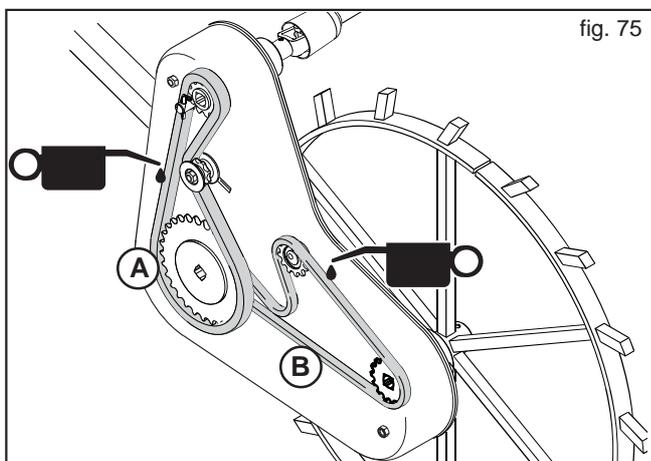
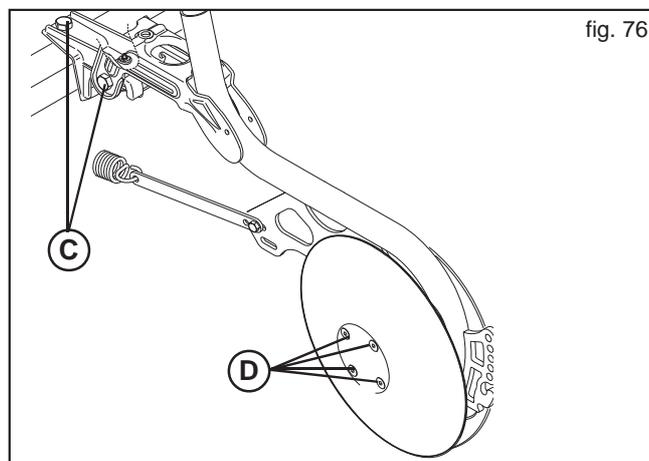
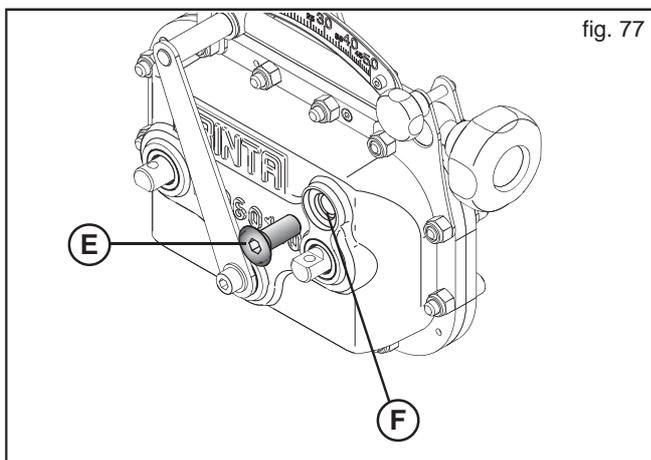

fig. 75
fig. 76
fig. 77
BEI NEUER MASCHINE	<ul style="list-style-type: none"> - Die Antriebsketten schmieren (Abb. 75). - Dem Abziehbild Nr. 14 ("GRASE") auf Seite 85 dieses Heftes gekennzeichneten Schmierpunkte zu schmieren. - Nach den ersten acht Betriebsstunden den Anzug aller Schrauben prüfen. - Den Anzug der Mutterschrauben der Säscharenreisser überprüfen (C-D, Abb. 76).
BEI BEGINN DER ARBEITS	<ul style="list-style-type: none"> - Die Antriebsketten schmieren (Abb. 75). - Zu jeder Jahreszeit einen kompletten Ölwechsel mit "AGIP EXIDIA HG 68" (0,7 kg) durchführen: <ol style="list-style-type: none"> 1) Stopfen entfernen (C, Abb. 77); 2) das ganze Getriebeöl aus dem Ablass (F) auslaufen lassen und in einem geeigneten Behälter auffangen; 3) neues Öl (0,7 kg) einfüllen und Stopfen schließen. - Überprüfen, dass das Getriebe ohne Hindernisse frei läuft. - Die Sämaschine leer anlassen, der Luftdurchfluss befreit die Leitungen von Kondenswasser und entfernt eventuelle Fremdstoffe (Abb. 78).
ALLE 20/30 ARBEITSSTUNDEN	<ul style="list-style-type: none"> - Den Anzug der Mutterschrauben der Säscharenreisser überprüfen (C-D, Abb. 76). - Treibketten (Abb. 75), Zahnräder und Kettenspanner reinigen und schmieren. - Die Spannung der Antriebsketten kontrollieren (A-B, Abb. 75).
RUHEPERIODEN	<p>Am Ende der Saison oder wenn eine lange Ruhezeit vorgesehen ist, wird folgendes empfohlen:</p> <ol style="list-style-type: none"> 1) Das Saatgut mit Sorgfalt aus dem Trichter und allen Verteilungsorganen entfernen (siehe Kap. 4.12.1). 2) Gerät mit viel Wasser reinigen, besonders den Behälter und den Dosierer, danach mit Luftstrom trocknen. 3) Die beschädigten oder verschleisssten Teile genau prüfen und eventuell wechseln. 4) Überprüfen, dass der Dosierer relativ mühelos dreht, eventuell Lager überprüfen. 5) Alle Schrauben und Mutterschrauben gut anziehen. 6) Die Antriebsketten schmieren (Abb. 75), alle Antriebsketten ölen und alle nicht angestrichenen Teile mit Schmierstoff einstreichen (Abb. 82). 7) Das Gerät mit einer Plane schützen. 8) Dann das Gerät in einem trockenen Raum fest und ausserder Reichweite der nicht Zuständigen lagern.